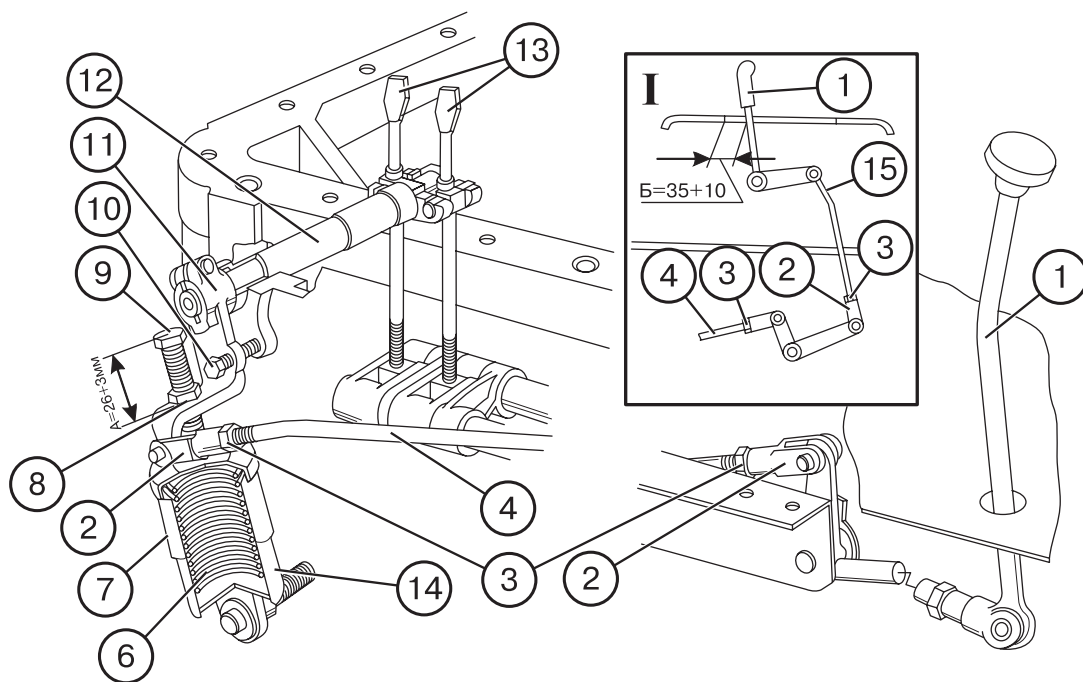

Рис. 55 Управление задним ВОМ:
2. Отсоедините тягу 4 (рис. 55);
7. Удалите болт (стержень) 10 (рис. 55), удерживающий рычаг 11 в исходном для регулировки положении;
10. Установите тягу 4, регулировкой тяг 4 и 15 установите зону качания рычага 1 в средней части прорези пульта управления. После окончания регулировки установите на место стопорную пластину 26, крышку люка заднего моста, законтрите тяги 4 и 15 (рис. 55), а также болт 9. В эксплуатации, если:
1. Установите рычаг 11 (рис. 55) в нейтраль, зафиксируйте в этом положении, введя стержень 10 диаметром 8 мм или болт М10Х60 в отверстие на рычаге 11 и соответствующее ему отверстие на корпусе заднего моста;
5. Выньте из рычага 11 (рис. 55) стопорящий болт или стержень.
При правильно выполненной регулировке рычаг 1 (рис. 55) в положении "включено" или "выключено" должен не доходить не менее, чем 30 мм до края прорези пульта управления и четко переходить через нейтральное положение.